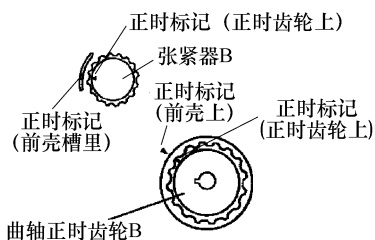

图 9-8 对准正时齿轮标记
4) 各正时齿轮上的正时标记和前壳上的标记对准, 如图 9-8 所示。